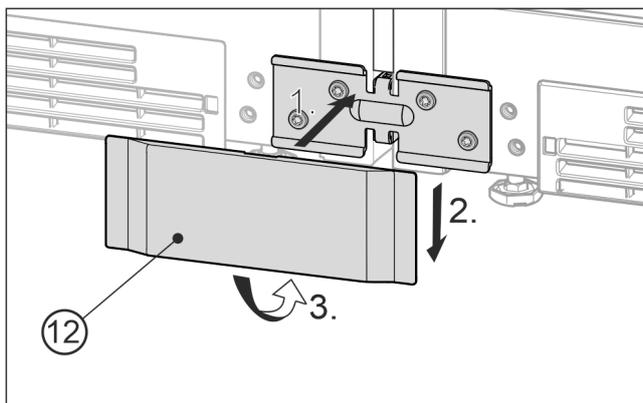

Fig. 20 例图
- ▶ 将下方的盖板 Fig. 20 (12) 从前面放置到角上 Fig. 20 (1)，向下推入 Fig. 20 (2) 并向下卡紧 Fig. 20 (3)。